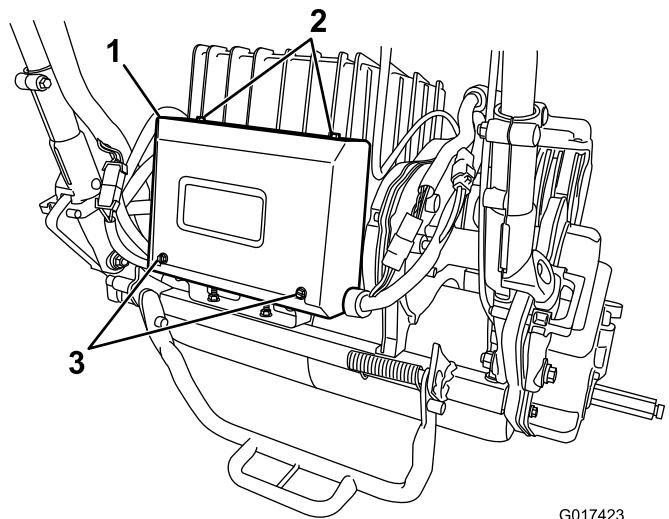

図 41
2. 電気ボックスの後部ねじ2本を取り外し、上側のねじ2本をゆるめて、ボックスカバーを外す図41。